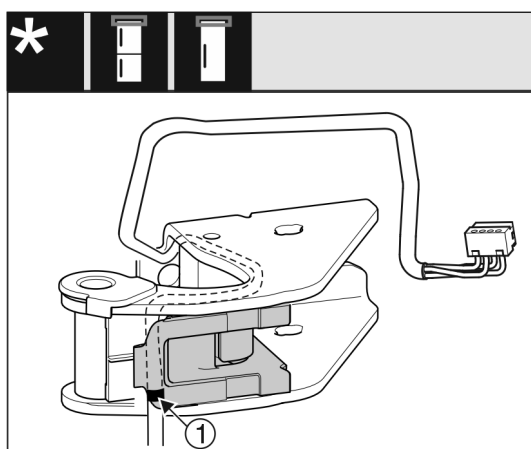

Fig. 28
- ▷ Środkowe oznaczenie musi się znajdować na krawędzi mocowania kabla Fig. 28 (1).